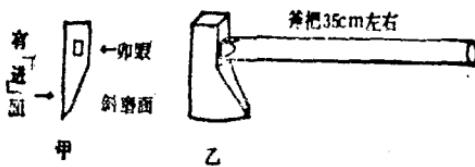

图 1 单刃斧
1. 单刃斧 如图 1 甲所示，斧头的左面是略微凹曲的有“进”面，凹曲程度俗称“进”。“进”的作用能使斧头容易砍平砍直。